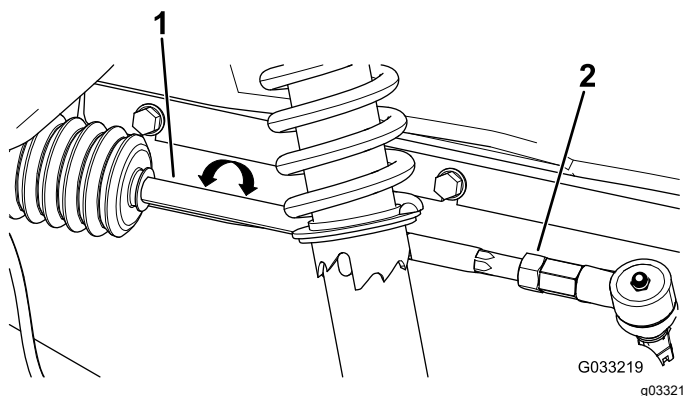

Figura 58
2. Se la misura non rientra nel campo specificato di 0-6 mm, allentate i controdadi all'estremità esterna dei tiranti (Figura 58).